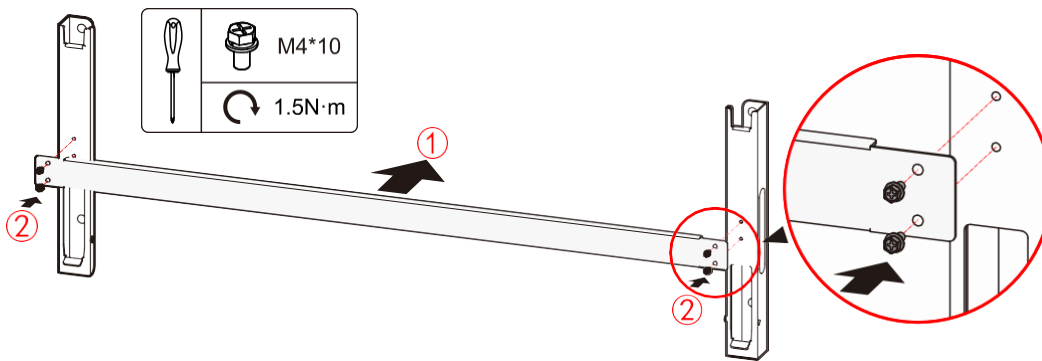

Figura 3-11 Montagem do apoio de instalação
- Etapa 1 Use os quatro parafusos M4*10 combinados para fixar o apoio de instalação com a alavanca de articulação, como mostrado na Figura 3-11.